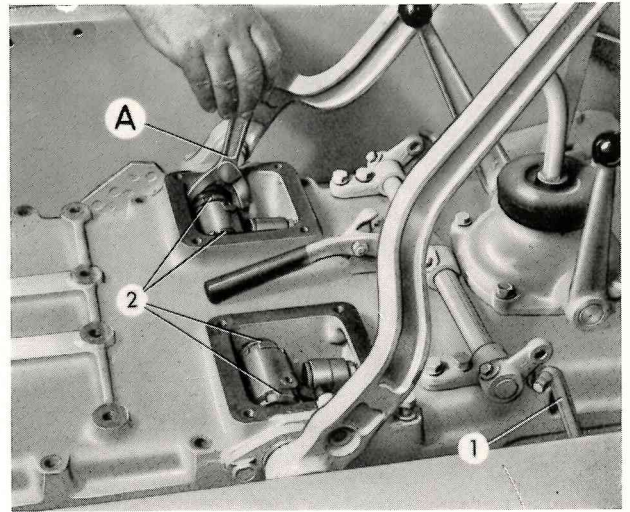

Fig. 112 - Smontaggio del coperchio della scatola trasmissione.
- Il coperchio della trasmissione (fig. 112).
Distaccare i puntoni per arresto pedali freno dalla leva rinvio posta sull'albero freno a mano (1, fig. 112).